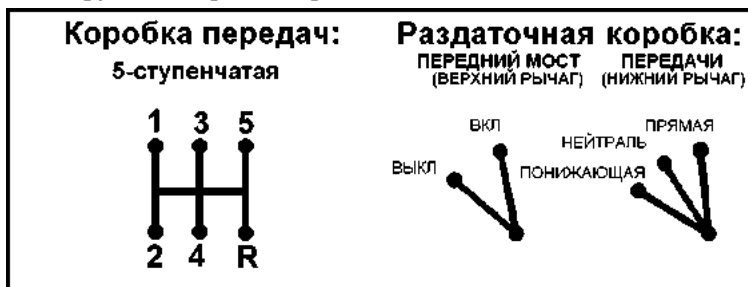

Рис. 3.2. Схема положений рычагов коробки передач и рычагов раздаточной коробки
- 13 -рычаг включения переднего моста (рис. 3.2). Имеет два положения: переднее - мост включен; заднее - мост выключен;
- 14 -рычаг включения передач раздаточной коробки (рис. 3.2). Имеет три положения: переднее - включена прямая передача, среднее - нейтральное положение, заднее - включена понижающая передача;
- 15 -рычаг переключения передач (рис. 3.2);